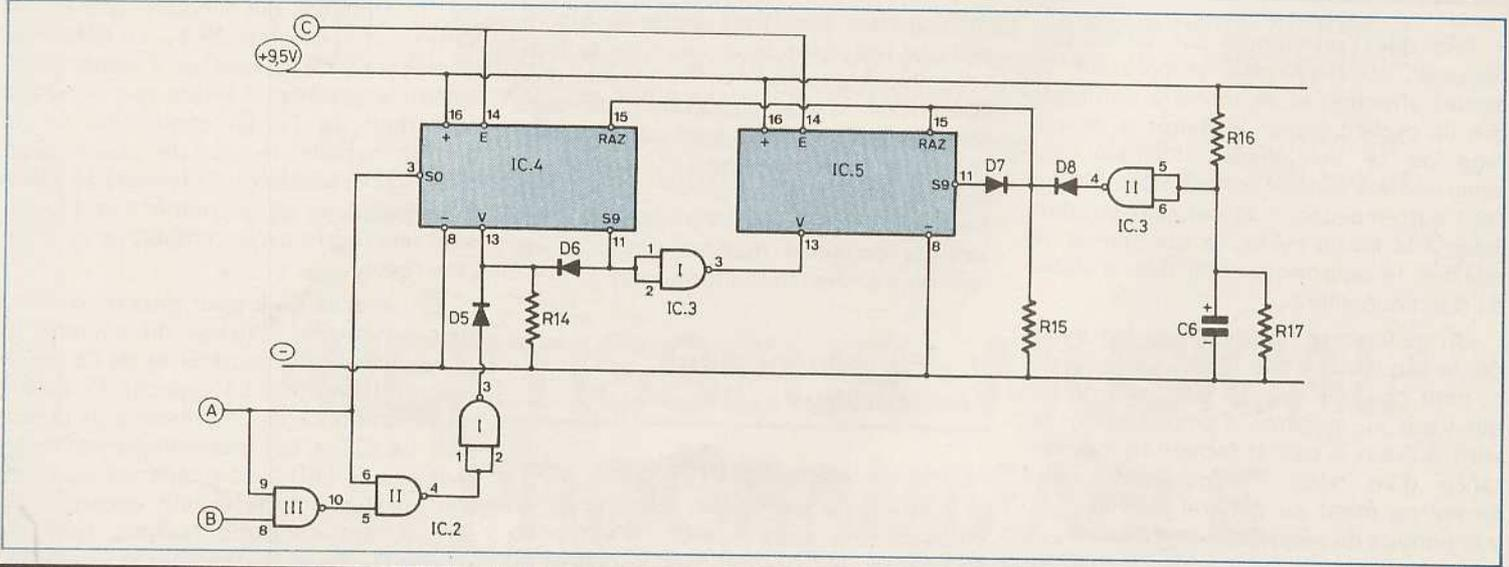

Fig. 3. - Schéma de principe du séquenceur cyclique et de la commande.
c) Le séquenceur cyclique (fig. 3)
d) Le déroulement d'un cycle complet (fig. 3)
e) La RAZ au moment du départ d'un cycle (fig. 3)